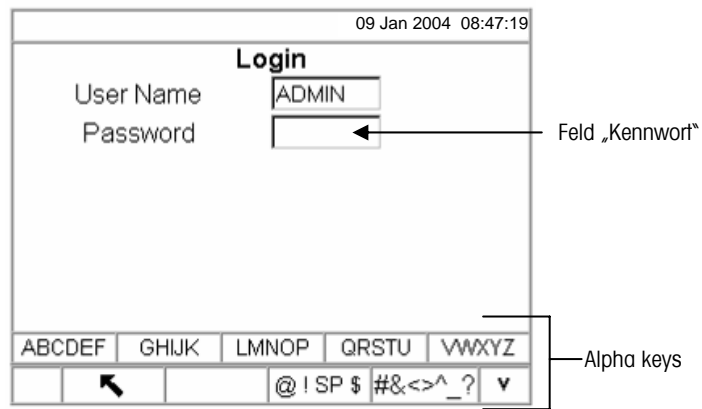

Abbildung 3-2: Login-Bildschirm (Alphabetische Tasten)
2. Drücken Sie die ENTER-Taste. Die Schnellfunktionstasten ändern sich auf alphabetische Tasten (siehe Abbildung 3-2).